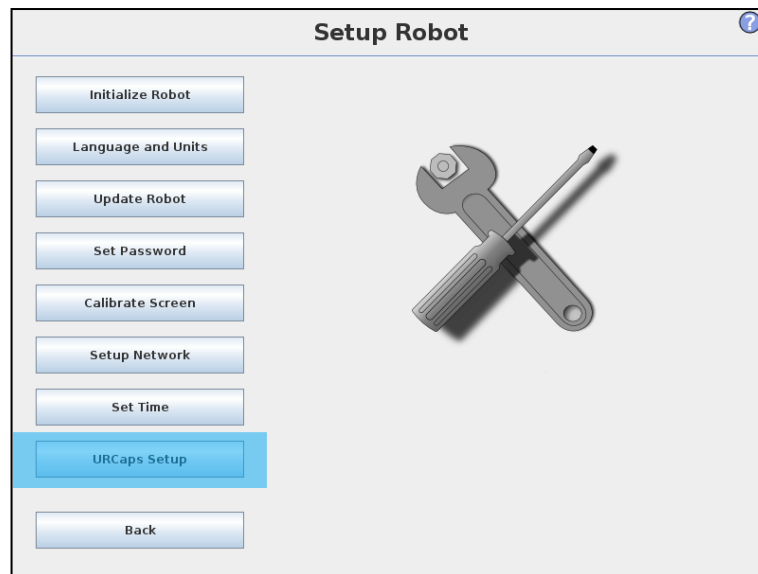

图 5.2 Setup Robot 界面
2. 点击主菜单页面的按钮 **Setup Robot**。进入到机器人设置界面，点击 **URCaps Setup**，进入到下级界面如图 5.2 所示。